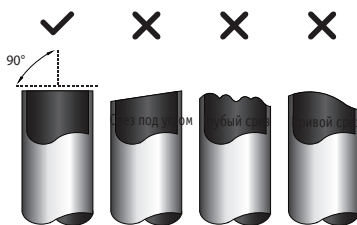

Рис. 7.4
1. Труба должна быть отрезана строго под углом  $90^\circ$ . Примеры неправильной обрезки показаны на рис. 7.4.